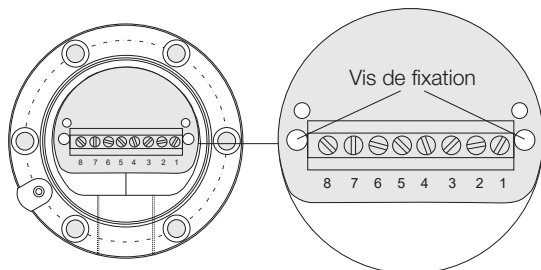

Fig. 4-6 : Boîtier typique avec bornier de raccordement, affectation des bornes
4. Enlever les deux vis de fixation (voir Fig. 4-6) du module électronique.